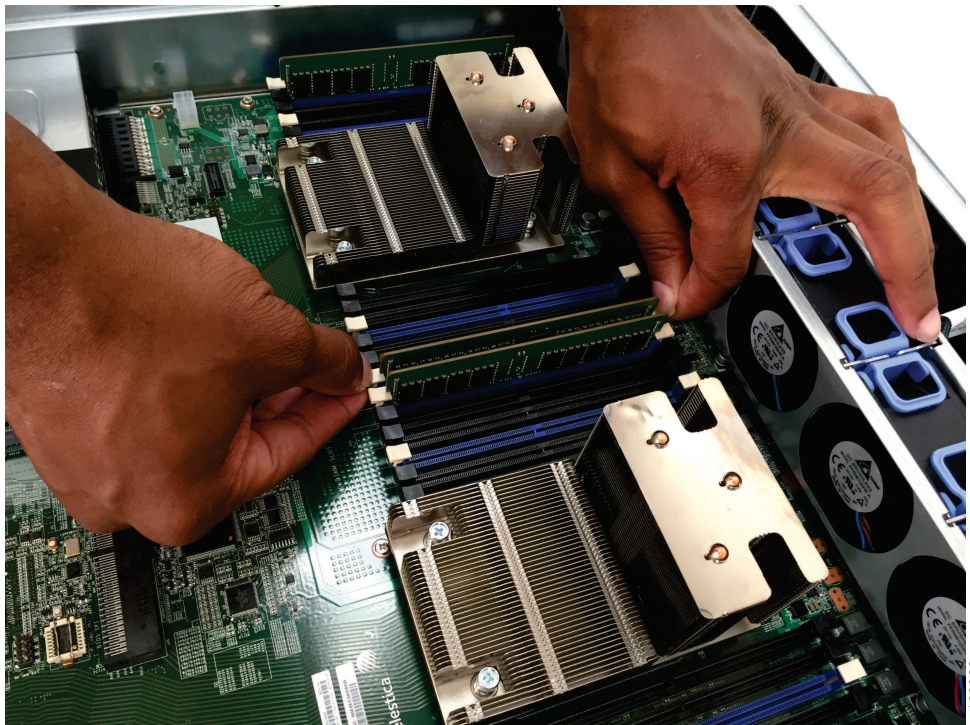

図 74. メモリー・モジュールの取り出し
5. 図 74 に示すように、DIMM の側面にあるロック・タブを押して取り出します。